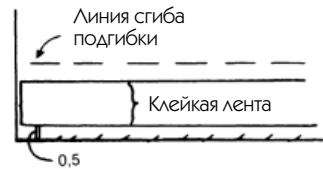

Рис. 405
2. Наложите клейкую пленку, прикройте ее изолирующей бумагой точно под обметкой (т. к. на расстоянии примерно 0,5 см от края — см. рис. 405), сверху положите проутюжильник и приклейте горячим утюгом.